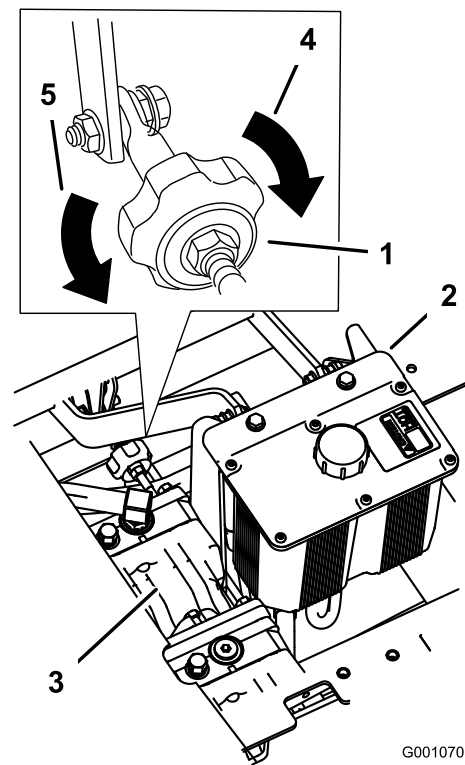

Bild 52
4. Wenn die Maschine nach rechts gehen soll, drehen Sie das Handrad zur rechten Seite der Maschine. Siehe Bild 52.
5. Wenn die Maschine nach links gehen soll, drehen Sie das Handrad zur linken Seite der Maschine. Siehe Bild 52.